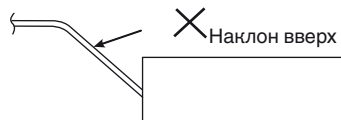

Рис. 3-9
- Не устанавливайте трубу с наклоном вверх от соединения с портом. Это приведет к обратному потоку дренажной воды и утечке из блока, когда он не работает. (Рис. 3-9)